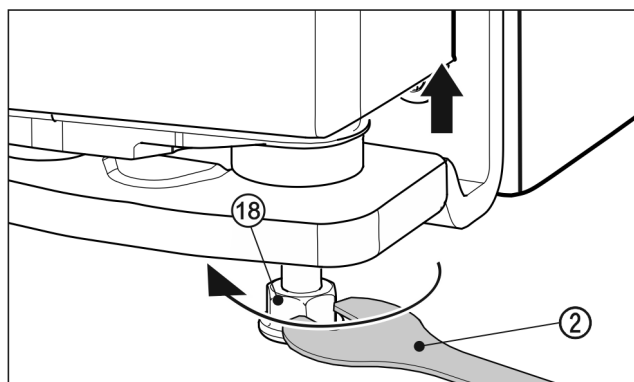

Fig. 26
- ▶ Aby unieść drzwi nóżkę Fig. 26 (18) wykręcić w prawo przy pomocy dołączonego klucza widlastego Fig. 26 (2), aż będzie przylegać do podłoża. Następnie obracać dalej, aż wysokość drzwi zostanie wyregulowana. Podczas dostawy trzpień zawiasu jest całkowicie wkręcony.